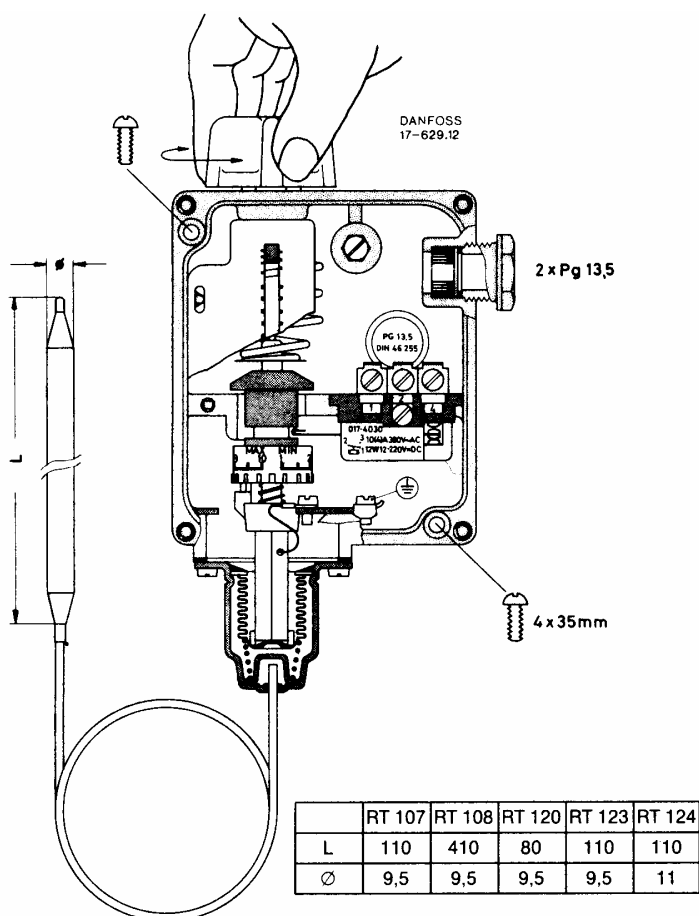

Рис. 5
2.5.2 ТЕРМОСТАТ DANFOSS RT 124 (Рис. 5)
- Снять крышку термостата и установить барабан на значении, выбранном для дифференциала (остановка горелки) в соответствии с диаграммой на Рис. 5а. Дифференциал суммируется на значении, зафиксированном в пункте а.
Рис. 5а